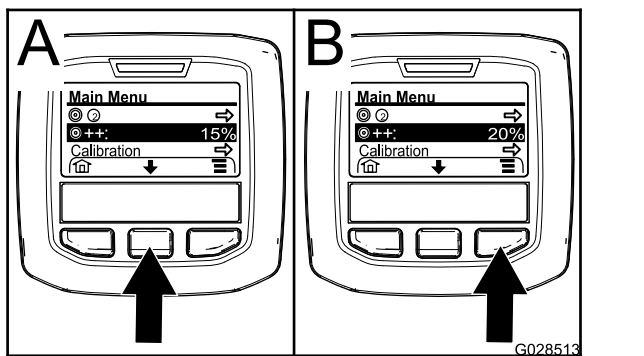

Figura 58
- Se necessário, carregue no botão de seleção central para realçar o aumento da taxa de aplicação (Figura 58).
**Nota:** O ícone do aumento da taxa de aplicação parece dois sinais (+) à direita de um alvo (Figura 58).
- Carregue no botão de seleção direito (Figura 58) para aumentar a percentagem de aumento em incrementos de 5% (máximo 20%).